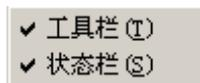

图 3-4
2、**查看菜单**：如图 3-4 包含工具栏、状态栏。
选中显示屏后“属性区域”出现如图 3-4 参数配置界面，键入“168”，单击确定后，就可对属性区域进行配置。